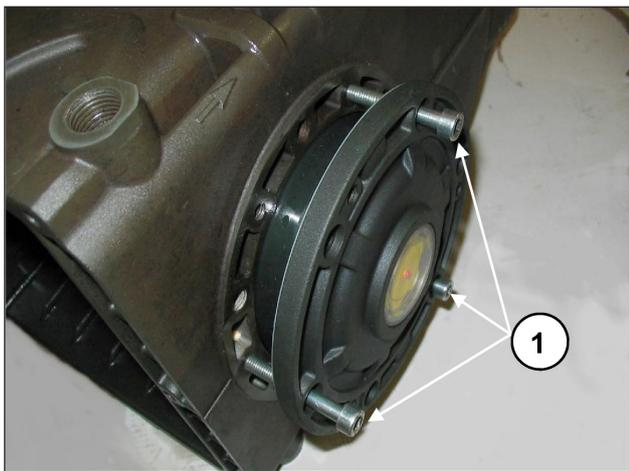

图8
为了便于第一部分的注油和盖子在泵壳的插入，建议使用3个部分螺纹的M6×40螺丝(图8，位置①)，然后使用自带的螺丝(M6X16)完成操作。
安装总成(指示灯侧法兰 + 轴 + 电机侧法兰)，检查在连杆未连接时轴的转动力矩是否在至少4至6牛米之间。将两个侧盖靠近曲轴箱时，可如上所述(图 8)在初步定向阶段时使用3个M6X40螺丝，并在最后固定时使用预定的螺丝。在连杆已连接时，轴的转动力矩不得超过8牛米的数值。